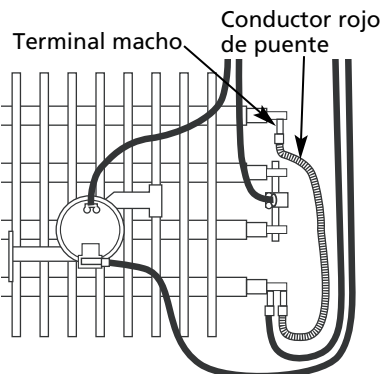

Figura 6 – Conversión de Calentadores a Medio Vataje
1. Retire el conductor rojo de puente según se muestra en la Figura 6, página 4, y deséchelo.
1. Retire el conductor rojo de puente según se muestra en la Figura 6 y deséchelo.